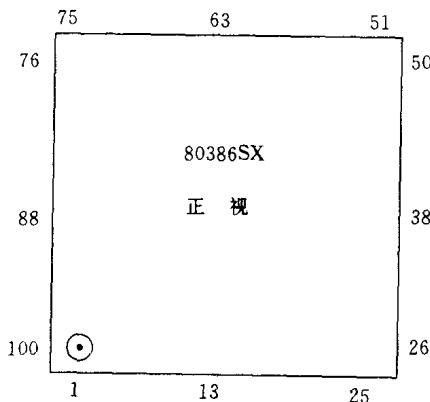

图 2-6 80386SX 的引脚配置
(2) 80386SX CPU 的内部体系结构和总线周期与 80386DX CPU 完全相同,但地址总线减少为 24 位,数据总线减少为 16 位(内部仍为 32 位),它是用来填补 32 位 CPU 与 16 位 CPU 之间的空白的,也有称其为准 32 位 CPU 的。80386SX 有 100 个引脚,采用 PQFP(Plastic Quad Flat Package, 塑料方型扁平封装),售价较低,引脚配置如图 2-6。